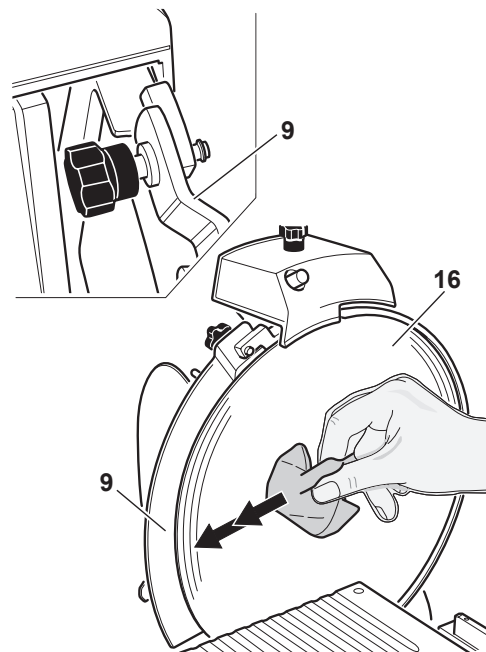

Figure 14-3
3. Placez toutes les pièces amovibles dans un évier à trois compartiments rempli d'eau chaude et d'un détergent doux; laissez tremper, nettoyez et frottez bien toutes les surfaces à l'aide d'une solution de détergent doux et d'eau chaude. Les pièces amovibles comprennent: le porte-produit, le poussoir, le plateau à tranches et l'affûteur de lame. Utilisez un chiffon-éponge doux et, si nécessaire, une brosse en nylon pour les zones à picots du porte-produit (4) et du poussoir (3).
Nettoyez TOUJOURS la lame (16) avec le protège-lame (9) monté derrière elle et en position de sécurité (Figure 14-3).
5. Lavez et rincez prudemment le haut et le bas de la lame (16) en essuyant à partir du centre vers l'extérieur de la lame.